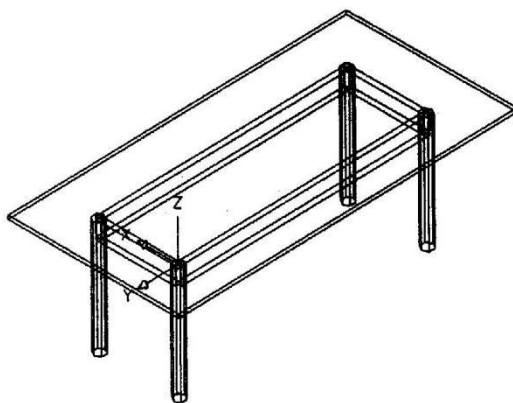

图 10-37 绘制餐桌桌面
12、按 Enter 键，效果如图 10-37 所示。选择【视图】/【消隐】命令，同时利用三维动态观察器配合观察完成的餐桌模型。